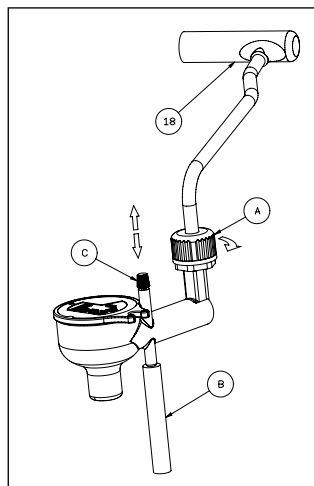

FIG 2
- accertarsi che il volantino (4) del rubinetto vapore sia chiuso, (foto B);
- ruotare il tubo vapore (12) in senso orario fino alla posizione di fermo e sfilare dalla propria sede il tubo vapore, tirandolo verso destra, (foto N) - inserire il Cappuccino Automatic sulla lancia vapore (18) spingendo verso l'alto fino a quando la lancia appoggia al raccordo, ed avvitare la ghiera in senso orario (Fig.2);
- infilare nella propria sede il dispositivo con il Cappuccino Automatic (17) spingendolo verso sinistra, (foto 2).
- inserire il tubo di aspirazione **(20)** (B) nel recipiente contenente il latte, posto a fianco della macchina, (foto P);
Per interrompere l'erogazione, chiudere il volantino rubinetto vapore **(4)** in senso orario. È possibile regolare la schiuma del latte agendo sullo spinotto (C) (fig. 2), del Cappuccino Automatic per avere la consistenza della crema desiderata. Per una crema con maggior volume, spostare lo spinotto verso l'alto.